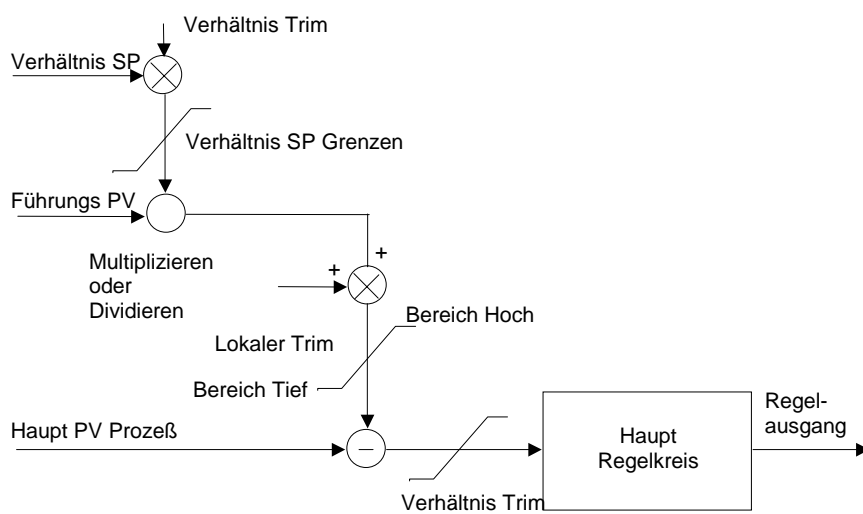

Abbildung 4-17: Verhältnisregelung
Jeder Regelkreis des 2500 enthält einen Verhältnis Funktionsblock. In Abbildung 4-17 sehen Sie ein Blockdiagramm eines einfachen Verhältnisreglers. Der Führungsprozesswert (PV) wird mit dem Verhältnissollwert multipliziert oder durch ihn dividiert, um den Regelsollwert zu erhalten. Vor der Sollwertberechnung können Sie dem Verhältnissollwert einen Verhältnistrimwert aufschalten. Der Sollwert muss immer innerhalb der Betriebsgrenzen liegen.